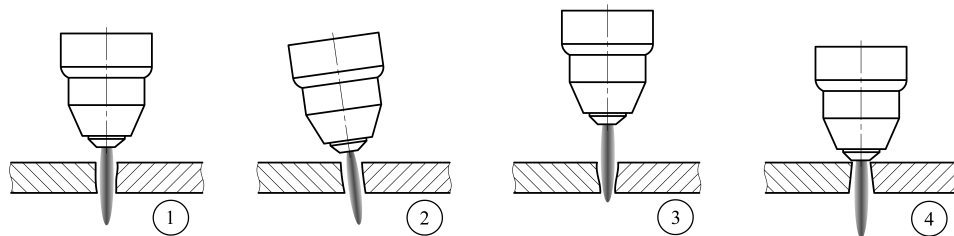

Рис. 7.7. Влияние угла наклона на качество реза.
- **Угол наклона плазматрона относительно разрезаемого металла (см. рис. 7.7).**